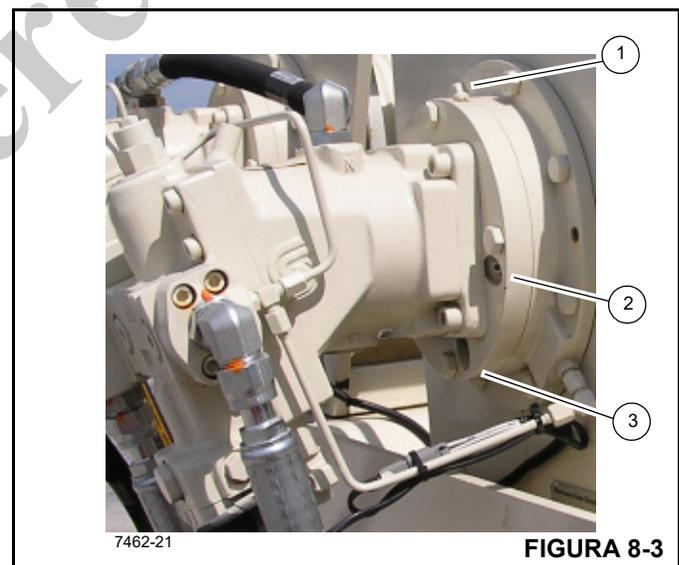

FIGURA 8-3
Para revisar el aceite de freno del malacate, saque el tapón de inspección (2, Figura 8-3) e inspeccione el nivel de aceite
- Retire el tapón de vaciado (3, Figura 8-3), tapón de inspección (2) y el tapón de ventilación (1).
- Vuelva a instalar el tapón de vaciado (3) y añada aceite por el agujero de ventilación de aceite de freno (1) hasta el nivel inferior del agujero de inspección (2). Vea la Tabla 8-2. La capacidad de llenado del freno de malacate es 0.23 l (0.25 qt).
- Instale el tapón de inspección (2) y el tapón de ventilación/llenado del aceite (1).